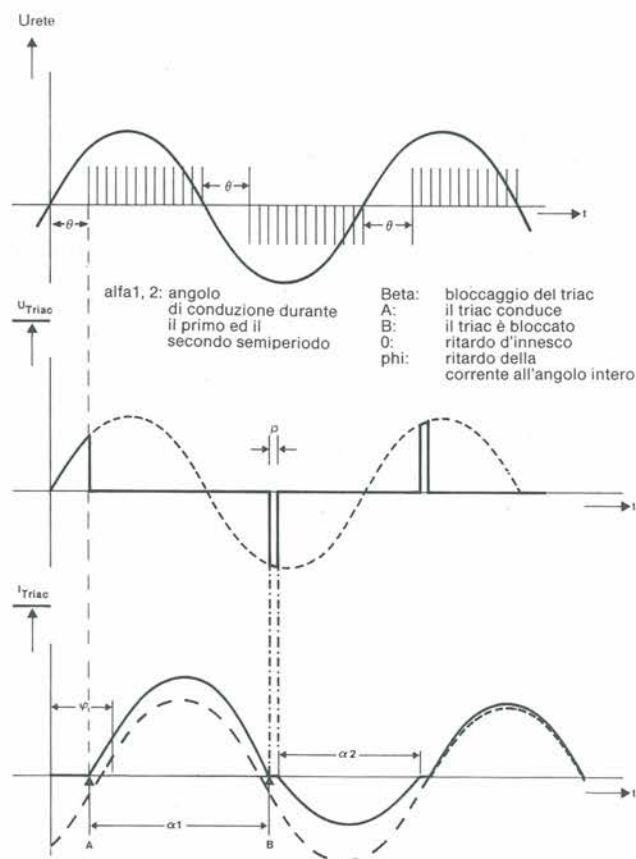

Figura 2. Innesco mediante un treno d'impulsi sincronizzato con la tensione di rete.
La Figura 1c mostra un circuito di controllo per triac leggermente più complicato. Successivamente all'impulso di innesco, vengono generati altri impulsi supplementari, fino al successivo passaggio per lo zero della tensione di rete. Il funzionamento del circuito è illustrato nello schema di temporizzazione della Figura 2. Supponendo una differenza di fase "phi" di 85° tra la tensione di rete e la corrente nel carico ed un angolo di gate 0 di 60° , il triac viene innescato dopo che è trascorso il ritardo d'innesco (A) e rimane in conduzione fino a circa 240° (B), grazie al treno d'impulsi. Viene poi bloccato in corrispondenza al punto B, ma immediatamente fatto ripartire dal successivo impulso ripetitivo applicato al gate. Durante il primo semiperiodo, il funzionamento è leggermente asimmetrico, ma la durata della conduzione diviene gradualmente più bilanciata, come mostrato dalla curva tratteggiata.
Consultate ancora una volta il diagramma di temporizzazione di Figura 2, per osservare ulteriori particolari riguardanti il funzionamento del circuito. I diodi zener D5-D8 forniscono una protezione contro le sovratensioni e, contemporaneamente, garantiscono una tensione di alimentazione stabile per il circuito di innesco, eliminando le